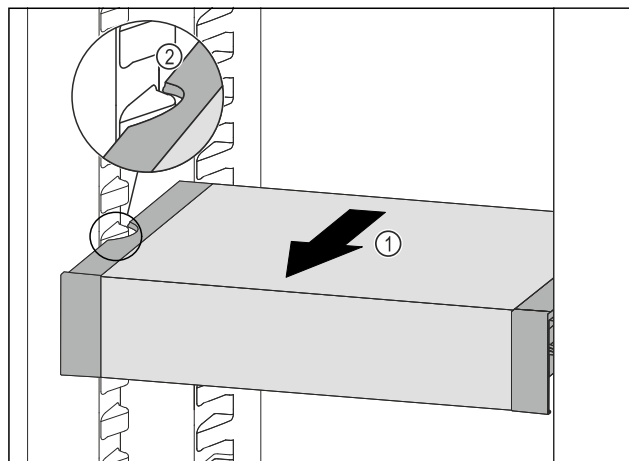

Fig. 138
- ▶ Træk VarioSafe fremefter Fig. 138 (1), indtil udsparringerne i siden på VarioSafe er på niveau med beholderribben i kølesektionen. Fig. 138 (2)